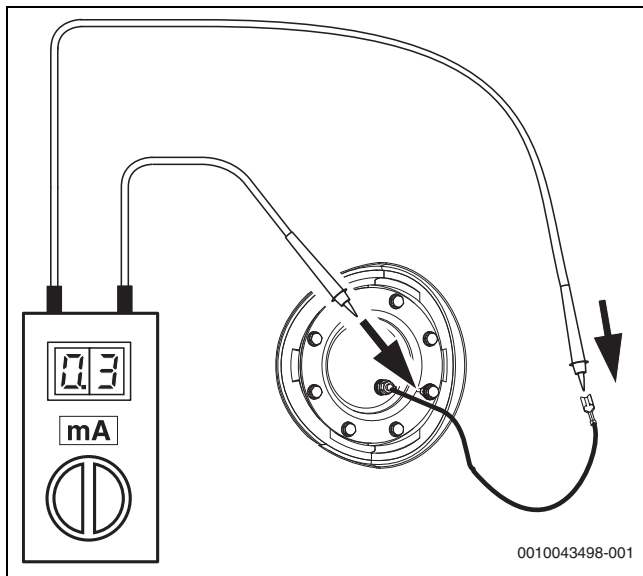

Bild 52
Bei isoliert montierten Magnesiumanoden zusätzlich möglichst jährlich den Schutzstrom mit dem Anodenprüfer messen (→, Abb. 52). Der Anodenprüfer ist als Zubehör erhältlich.
- ▶ Übergangswiderstand zwischen dem Schutzleiteranschluss und der Magnesium-Anode prüfen. Wenn der Anodenstrom < 0,3 mA beträgt, Magnesiumanode austauschen (→ Abb. 52).